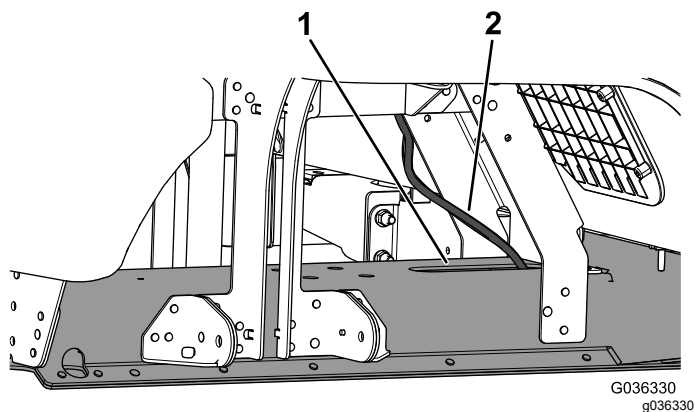

Figura 7
- 5. Enrute la manguera del kit a través de la abertura en la parte superior del perfil del bastidor (Figura 7).